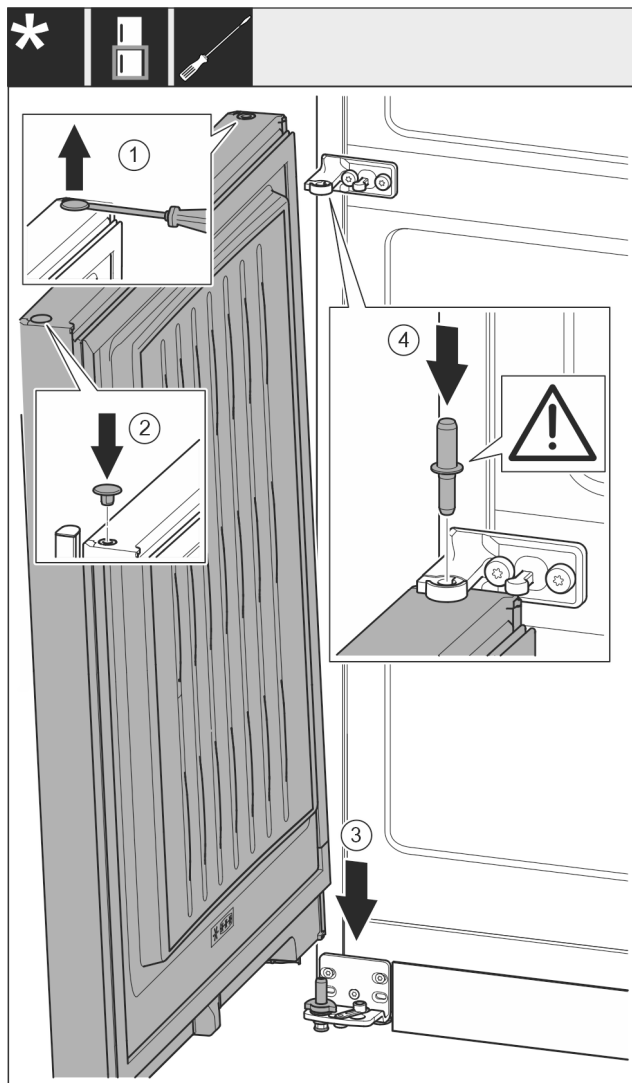

Fig. 20
- Odvijačem s ravnom glavom oprezno podignite čep Fig. 20 (1) i izvadite ga.
- Ponovno umetnite čep Fig. 20 (2) na drugu stranu vrata.
- Stavite vrata Fig. 20 (3) odozgo na donji svornjak ležaja.
- Umetnite srednji svornjak ležaja Fig. 20 (4) kroz srednji podložak ležaja u donja vrata. Pritom se pobrinite za to da je uskočna izbočina okrenuta prema natrag.